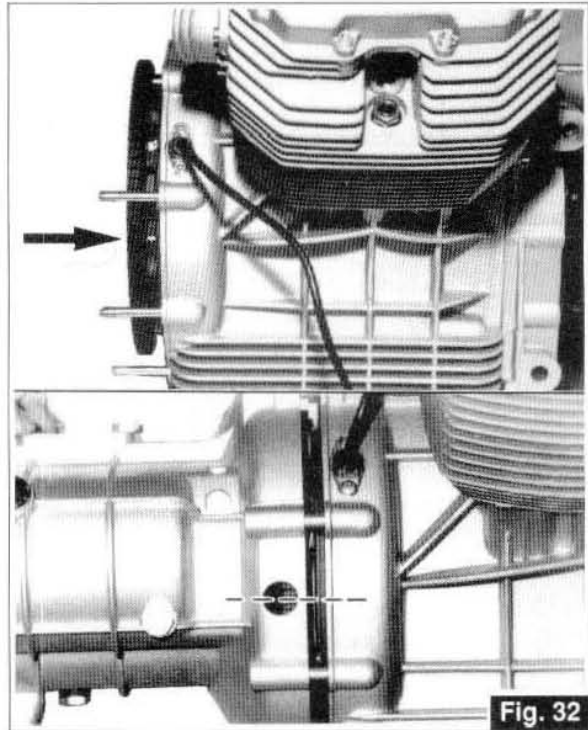

Fig. 32
- Tournez l'arbre moteur en position de P.M.H. en phase d'explosion (soupapes fermées) du cylindre gauche (Fig. 32)
- Die Motorwelle an den OT in die Zündphasenstellung (Ventile geschlossen) bringen, dies beim linken Zylinder (siehe Abb. 32).